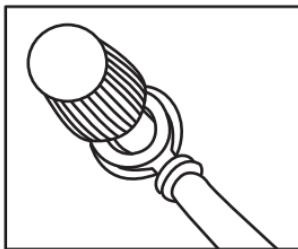

Abb. 1
- Lösen Sie die rote Mutter **16** am Spannungswandler **1**. Führen Sie die rote Gabelöse des Kabels mit 12-V-Kfz-Zigarettenanzünder-Stecker **12** mit der Öffnung über den Schraubanschluss **7** (siehe Abb.1). Achten Sie darauf, dass die Unterlegscheibe zwischen Gabelöse und Mutter **16** liegt.
(siehe Abb. 1). Achten Sie darauf, dass die Unterlegscheibe zwischen Gabelöse und Mutter **[17]** liegt.
- Lösen Sie die rote Mutter **[16]** am Spannungswandler **[1]**. Führen Sie die rote Gabelöse des Kabels mit Anschlussklemme rot **[10]** über den 12-V-Schraubanschluss **[7]** (siehe Abb. 1). Achten Sie darauf, dass die Unterlegscheibe zwischen Gabelöse und Mutter **[16]** liegt.
- Lösen Sie die schwarze Mutter **[17]** am Spannungswandler **[1]**. Führen Sie die schwarze Gabelöse des Kabels mit Anschlussklemme schwarz **[11]** über den Schraubanschluss **[8]** (siehe Abb. 1). Achten Sie darauf, dass die Unterlegscheibe zwischen Gabelöse und Mutter **[17]** liegt.